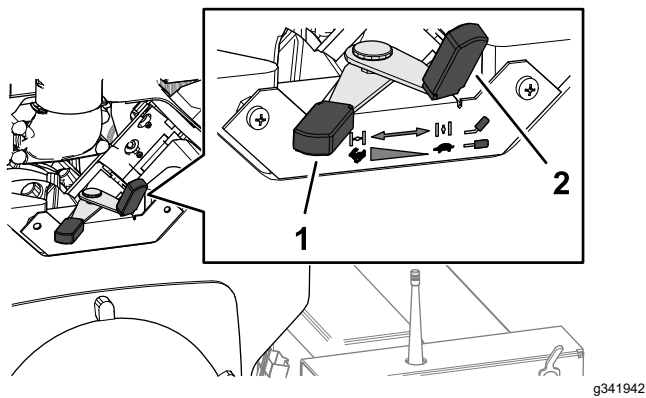

Figura 17
2. Înainte de a porni motorul la rece, deplasați maneta de oc (Figura 17) în poziția PORNIT.